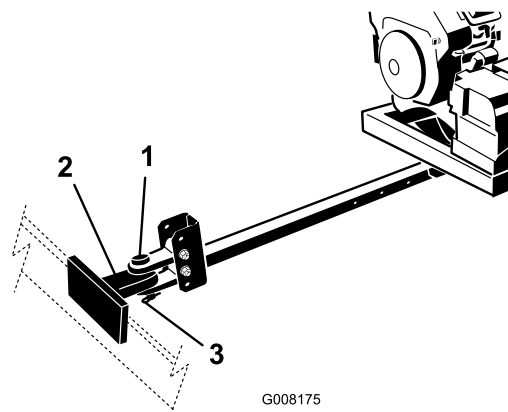

Рисунок 5
4. Подсоедините вилку сцепного устройства воздуходувки к сцепному устройству буксирного автомобиля с помощью пальца и вилки сцепного устройства (Рисунок 5).